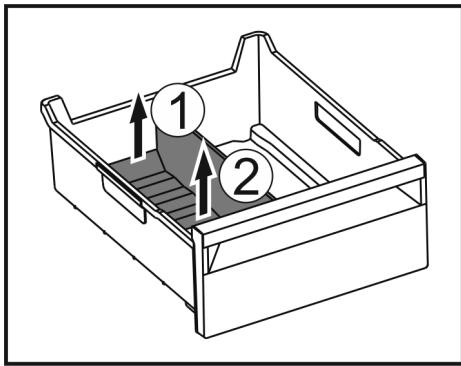

Fig. 49
- Zdvíhnite zadnú časť oddelovača zásuvky na ľad. Fig. 49 (1)
► Odoberte oddelovač zásuvky na ľad nahor. Fig. 49 (2)